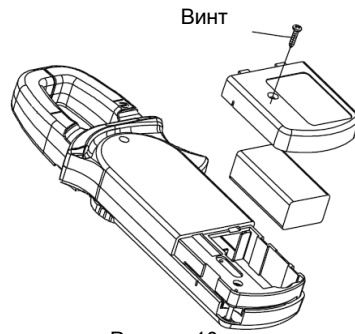

Рисунок 10
- Если при положении мультиметра лицевой стороной вверх, задней стороной вниз (см. рис. 10) показание прибора имеет положительный знак, значит, ток через проводник течет снизу вверх. Держите прибор крепко, и не выпускайте его из рук. Элементы Холла очень чувствительны не только к магнитному полю, но и к нагреванию, и механическому воздействию. Любой удар или толчок на короткое время приведет к искажению показаний. Для повышения точности измерений следуйте порядку действий, изложенному ниже:
B. Замена батареи (см. рисунок 10)